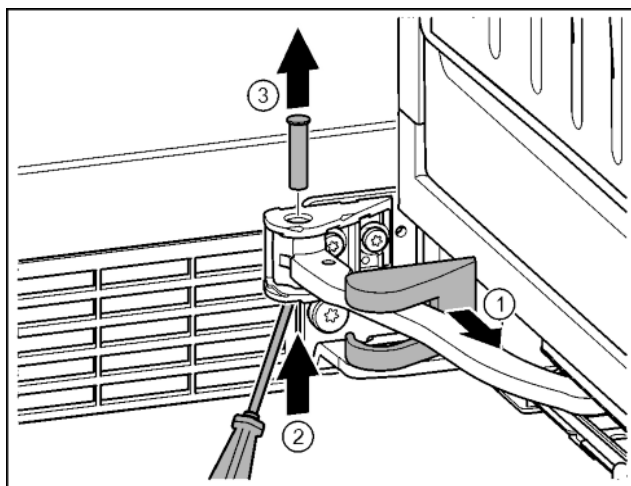

Fig. 18
- ▶ Zdjąć osłonę płytki zawiasu i przesunąć wzdłuż przegubu. *Fig. 18 (1)*
- ▶ Sworznie unieść od dołu palcami lub przy pomocy śrubokręta. *Fig. 18 (2)*
- ▶ Śrubokręt wsunąć pod główkę sworznia i wyjąć. *Fig. 18 (3)*